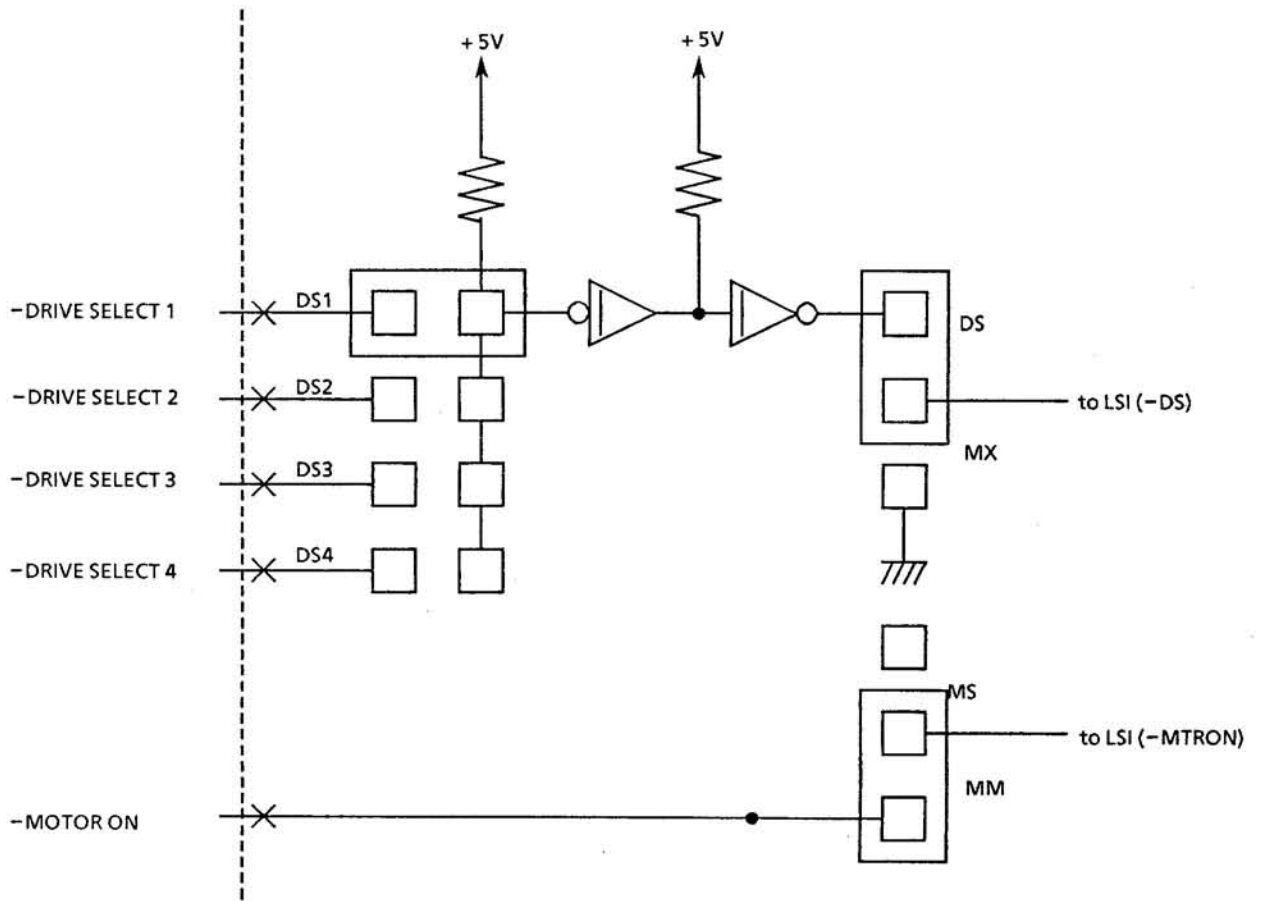

Figure 4-1 JUMPER CONFIGURATION FOR DRIVE SELECT & MOTOR CONTROL
4.2.2 MS/MM Jumper (See Figure 4-1)